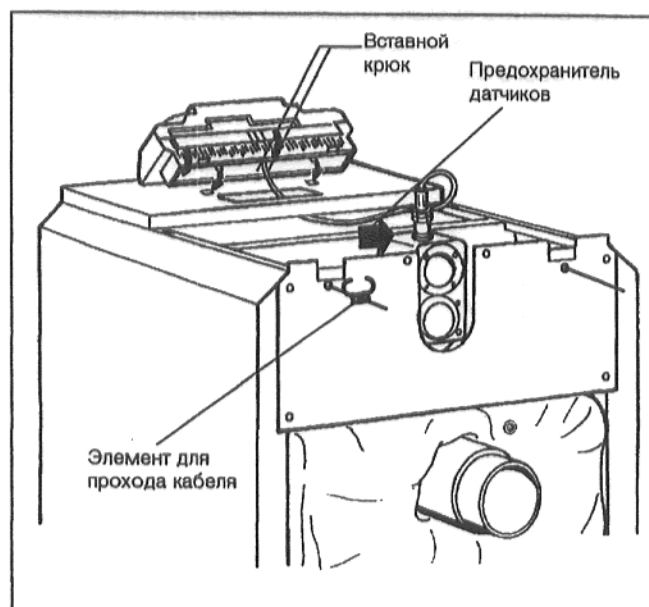

Рис. 39
- Установить устройство регулирования (Рис. 39). Вставить переднюю часть устройства регулирования вставными крюками в овальные отверстия переднего кожуха котла. Подать устройство регулирования вперед, после чего откинуть назад. Эластичные крюки сзади должны зафиксироваться сзади в прямоугольных отверстиях переднего кожуха котла.
- Привинтить элемент для прохода кабеля слева или справа к задней стенке котла (Рис. 39).